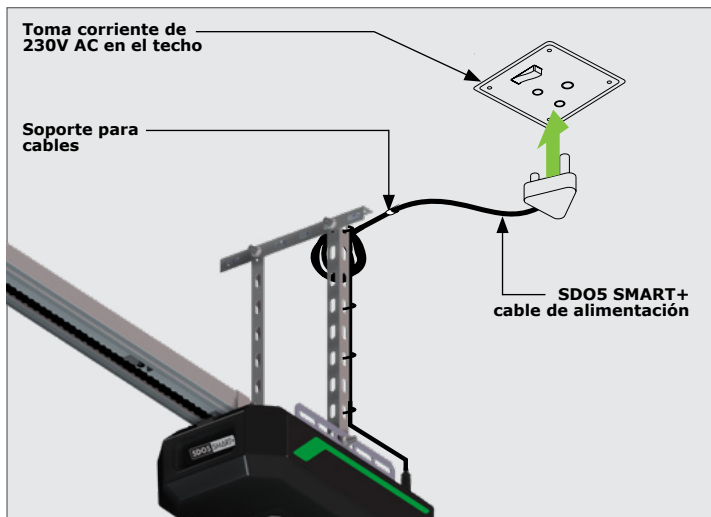

FIGURA 76
- PARA ACTIVAR - Tire de la manija de anulación hacia el marco de control hasta que escuche "clic" y mueva el accionamiento hasta que encaje con la opresor de la correa (Figura 76)